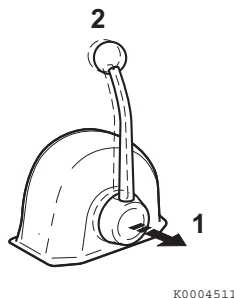

Figure 18
Lorsque la poignée est désengagée (**Figure 18, (1)**), le régime du moteur peut être contrôlé sans engager l'embrayage. L'embrayage reste en position NEUTRE, en position de point mort. Tournez le bouton (**Figure 18, (2)**) dans le sens inverse des aiguilles d'une montre pour déplacer la poignée ou dans le sens des aiguilles d'une montre pour verrouiller la poignée.